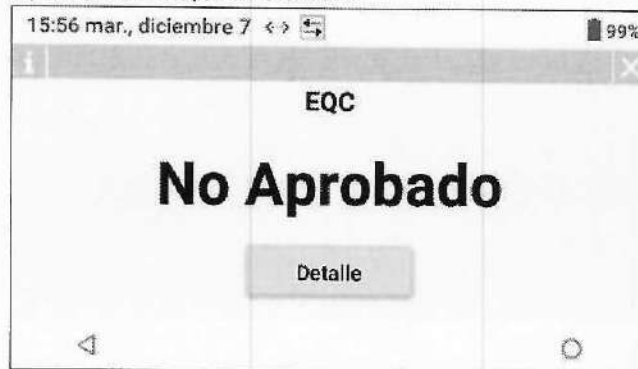

Figura 62: Resultado del análisis de EQC – No Aprobado
- **No Aprobado:** si la prueba es errónea (Figura 62), vuelva a ejecutar la prueba de EQC. Si la prueba vuelve a fallar, consulte "Solución de problemas" (página 62). Si la prueba sigue fallando, comuníquese con Soporte técnico.